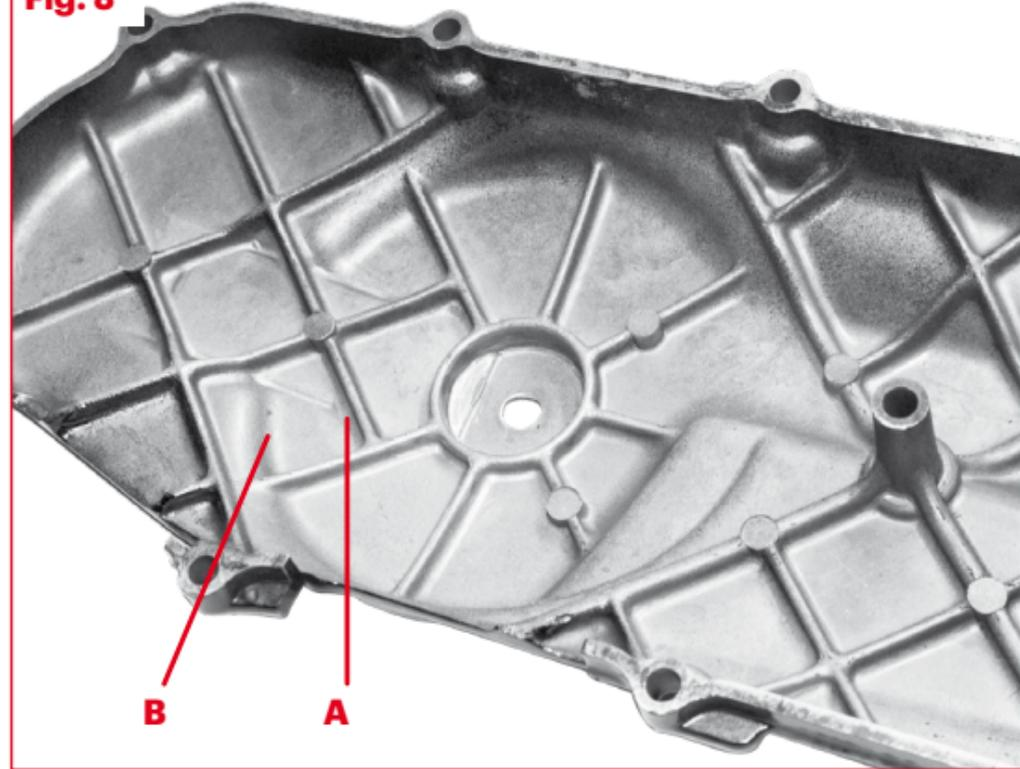

Fig. 9
- Aplicar la pasta de sílicona en el fondo del cárter tal y cómo se indica en la **Fig. 9**.